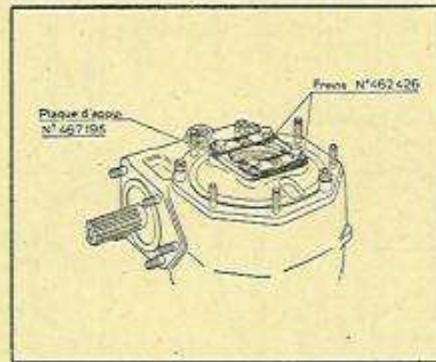

Fig. 89. — Montage de la plaque d'appui.
- Monter la plaque d'appui et les deux freins en tôle (fig. 89).